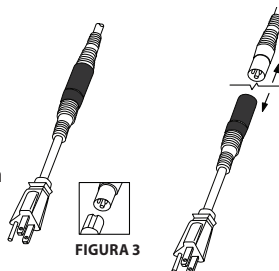

FIGURA 3
- Introduzca el enchufe del cable de alimentación por el orificio de desagüe desde la parte interior del tanque. Si utiliza el modelo n.º 99DP, según el diámetro del orificio de desagüe del tanque, tal vez deba separar el cable (vea la figura 3) y armarlo de nuevo después de pasarlo por el orificio de desagüe. Asegúrese de alinear las flechas en el diámetro exterior de los conectores macho y hembra antes de armar el cable de nuevo.
- Para instalarlo en una gran variedad de orificios de desagüe, el cable de alimentación del modelo n.º 99DP se puede desconectar, como se ilustra en la figura 3. Tenga en cuenta que hay un manguito de caucho que protege esta conexión contra la humedad. Este manguito debe quedar bien ceñido sobre esta conexión. **Esta conexión es resistente al agua, NO es hermética.** ¡Nunca sumerja esta conexión en agua ya que producirá una descarga eléctrica! Esto puede causar lesiones graves o mortales.